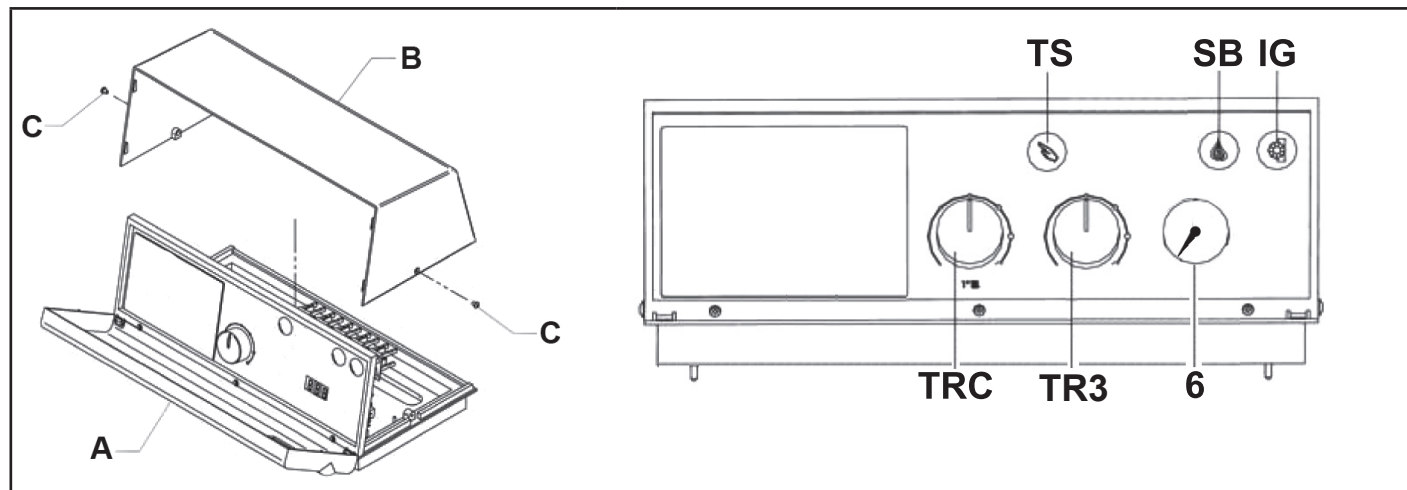

fig. 1
Los cables de alimentación y conexión al quemador deben tener el conductor de tierra con algunos milímetros más de distancia respecto a los otros conductores del mismo cable. Para las conexiones a la vista entre el quemador, el cuadro eléctrico y la alimentación eléctrica, se recomienda utilizar cable H07 RN-F. Para otros tipos de instalaciones o para contextos ambientales especiales, se deben consultar las normas vigentes. La formación y el diámetro de los conductores deben calcularse en función de la potencia absorbida por el quemador. Para acceder a los instrumentos ("fig. 1"), gire el panel frontal (A). Para acceder a los terminales de conexión y extender los tubos capilares de los termostatos y del termómetro, quite el panel superior (B) y extraiga los dos tornillos laterales (C). El termostato de regulación (TRC) puede ser ajustado por el usuario con el mando frontal. El termostato de seguridad tiene regulación fija con rearme manual.